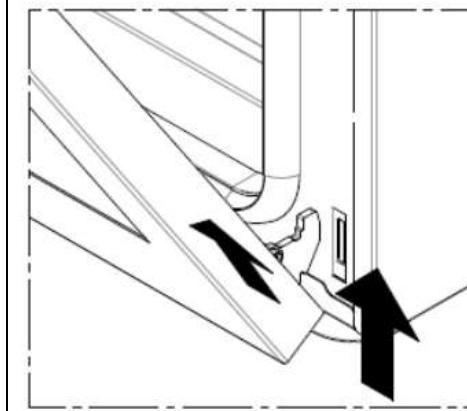

Fig. 8
- chiudere lentamente la porta fino al "blocco" meccanico, sollevarla e rimuoverla (Fig. 8).